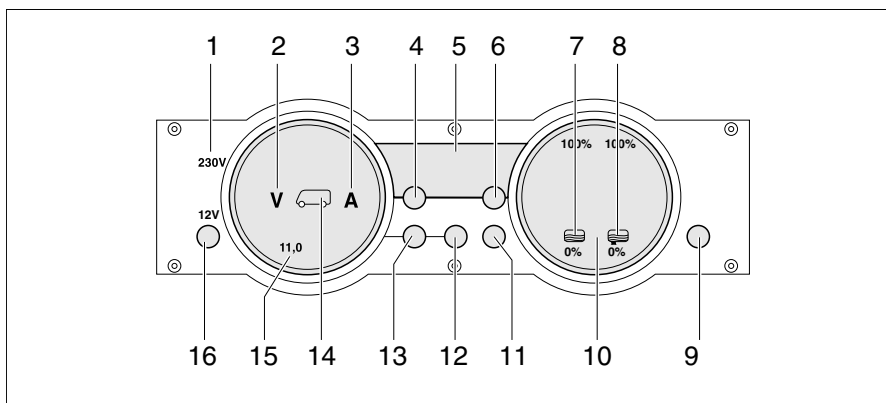

Fig. 260 Pannello di controllo MP 20-S
La spia di controllo 230 V (Fig. 260,1) si accende quando all'ingresso della centralina elettrica è presente una tensione di rete.
L'interruttore principale 12 V (Fig. 260,16) inserisce o disinserisce il pannello di controllo e l'alimentazione a 12 V dell'abitacolo.
- Premere brevemente il tasto "12 V" (Fig. 260,16). L'alimentazione a 12 V dell'abitacolo è inserita. L'indicatore di controllo "12 V" si accende.
- ▷ Se dopo l'accensione il LED "11,0" dell'indicatore dei volt e il simbolo dei Volt "V" (Fig. 260,2) lampeggiano nell'indicatore delle batterie (Fig. 260,15), la tensione della batteria dell'abitacolo è insufficiente. Caricare la batteria.
- ▷ Se dopo l'accensione l'indicatore di controllo "12 V", il simbolo della batteria dell'abitacolo (Fig. 260,14) e il simbolo dei Volt "V" (Fig. 260,2) lampeggiano per tre volte, significa che la separazione della batteria è attivata. Disattivare la separazione della batteria.
- Premere brevemente il tasto "12 V" (Fig. 260,16). L'alimentazione a 12 V dell'abitacolo è disinserita. L'indicatore di controllo "12 V" si spegne.
- Premere il tasto della batteria dell'abitacolo (Fig. 260,12) e tenerlo premuto per circa 10 secondi. Il simbolo dei Volt "V" (Fig. 260,2) e il simbolo degli Ampere "A" (Fig. 260,3) lampeggiano tre volte. La batteria dell'abitacolo è separata dalla rete di bordo a 12 V.
- Premere il tasto "12 V" (Fig. 260,16) e tenerlo premuto per 5 secondi. Il simbolo dei Volt "V" (Fig. 260,2) lampeggia tre volte. La batteria dell'abitacolo è collegata alla rete di bordo a 12 V. L'indicatore di controllo si accende dopo circa 2 secondi.
- Premere il tasto della batteria dell'abitacolo "🔋" (Fig. 260,12). Il simbolo dei Volt "V" (Fig. 260,2) si accende. Il simbolo degli Ampere "A" si accende con luce bianca o rossa a seconda del livello di carica o scarica delle batterie. La tensione della batteria e la corrente della batteria dell'abitacolo sono indicate dai LED sul pannello di controllo.
- Premere il tasto della batteria di avviamento "🔋" (Fig. 260,13). Il simbolo dei Volt "V" (Fig. 260,2) si accende. La tensione della batteria della batteria di avviamento viene indicata attraverso i LED nell'indicatore.
- Premere il tasto dei serbatoi "  " (Fig. 260,11). I simboli del serbatoio dell'acqua "  " (Fig. 260,7) e del serbatoio delle acque grigie "  " (Fig. 260,8) si accendono. I livelli di riempimento del serbatoio dell'acqua (scala a sinistra) e del serbatoio delle acque grigie (scala a destra) vengono visualizzati mediante i LED nell'indicatore.
Il simbolo Volt "V" (Fig. 260,2) e il LED "11,0" iniziano a lampeggiare non appena la tensione della batteria scende al di sotto di 11 V (misurazione durante il normale esercizio) con conseguente rischio che la batteria si scarichi totalmente.
Il simbolo del serbatoio dell'acqua  (Fig. 260,7) o il simbolo del serbatoio delle acque grigie  (Fig. 260,8) lampeggia se il serbatoio dell'acqua è vuoto o il serbatoio delle acque grigie è pieno.
Attraverso l'indicazione digitale (Fig. 260,5) è possibile visualizzare la temperatura interna e la temperatura esterna.